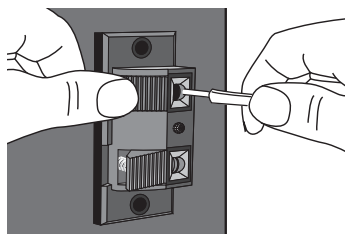

figure 7
3. Insérer le fil dénudé (**figure 7**).